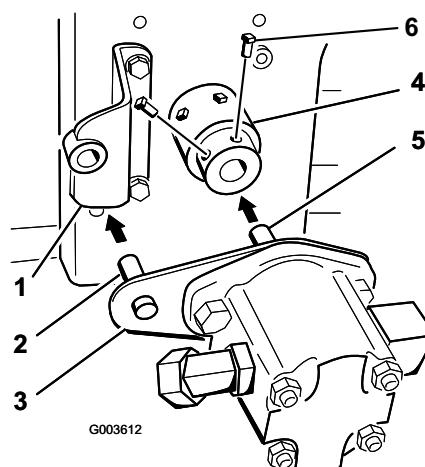

Figura 20
9. Introduzca el espárrago de la chapa de la bomba en el soporte de la bomba al instalar el eje de la bomba hidráulica en el conjunto del cubo. El eje de la bomba hidráulica tocará el extremo del eje de la toma de fuerza del motor (Figura 20).
11. Aplique Loctite® azul a los 2 tornillos de fijación (5/16 x 3/4 pulgada) e instálelos en el conjunto del cubo para sujetar el eje de la bomba hidráulica (Figura 20).